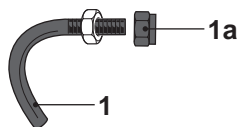

Fig. 6a
- > Enlevez l'écrou autobloquant [1a] du crochet de la chaîne [1] (Fig. 6a).